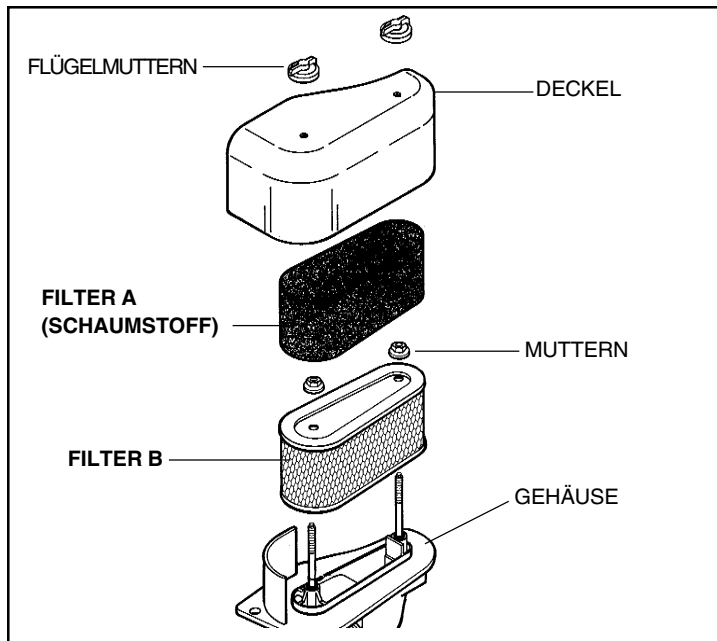

Abbildung 4
A. WARTUNG DES FILTERS (siehe Abbildung 4):